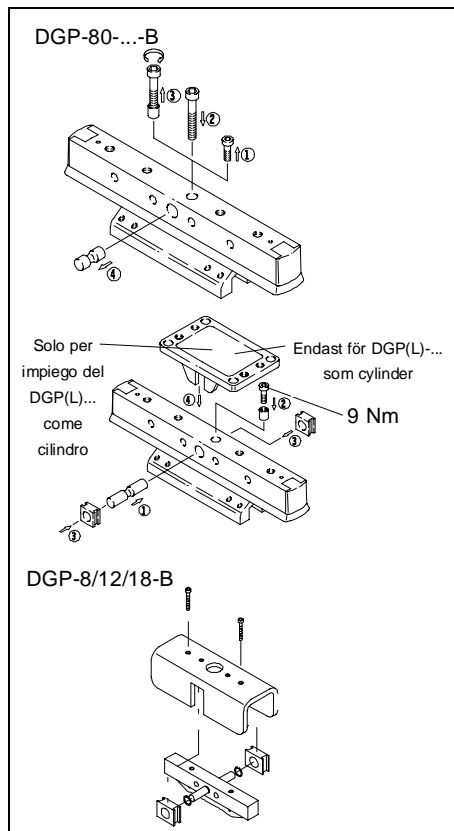
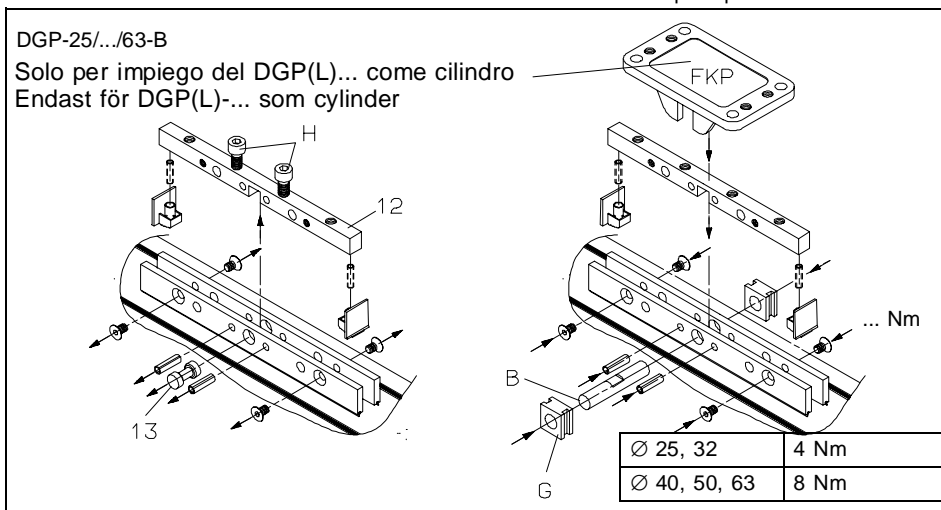

Fig. 8a/Bild 8a
Fig. 8b/Bild 8b
- FISSARE IL CURSORE ESTERNO FKP... AL CURSORE DEL CILINDRO COME ILLUSTRATO NELLE FIG. 8a/b. FIG. 8b : RISPETTANDO LA SEQUENZA INDICATA:
- SÄTT FAST MEDBRINGAREN FKP... PÅ LÖPAREN ENLIGT BILD 8a/b.
3. SOLLEVARE L'INSERTO SLITTA DEL CILINDRO (12).